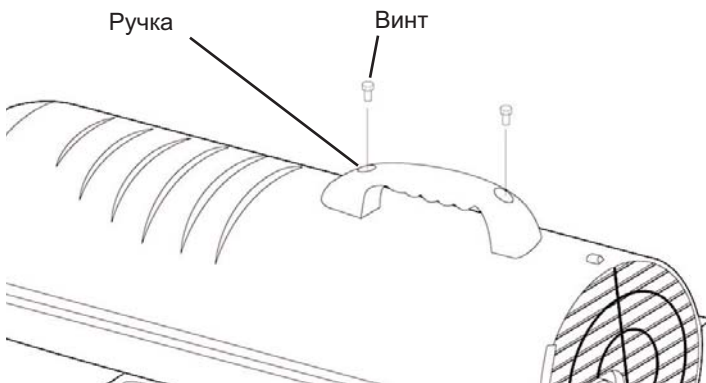

Рисунок 6. Присоединение ручки, модели KFA-45/70T
1. Совместите отверстия в верхней части корпуса с 2 отверстиями на ручке, как показано на **рис. 6**.